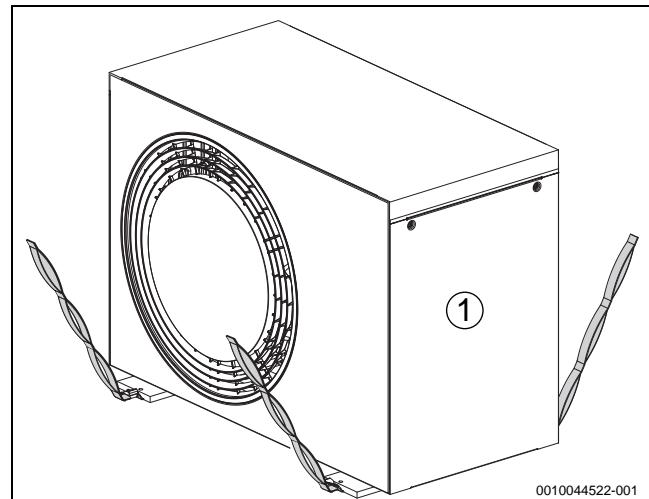

Bild 23 Beim Transportieren der Wärmepumpe ohne Verpackung die Gurte verwenden
- Achtung! Die Wärmepumpe ist auf der Kompressorseite schwerer (\rightarrow Abbildung 23).